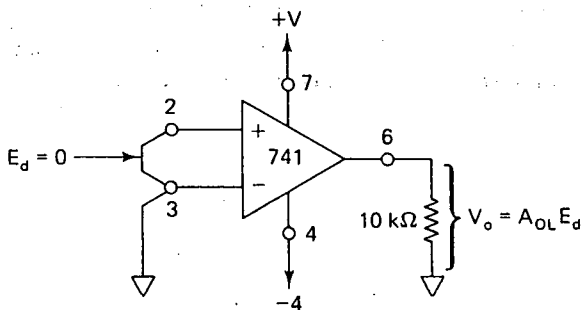

FIGURA LE2-1
- 2-1. Los circuitos de este capítulo pueden armarse, probarse y utilizarse a manera de experimento de laboratorio. Sin embargo, recomendamos efectuar primero el experimento que se incluye en la figura LE2-1. Es evidente que el voltaje diferencial de entrada, E_d , es igual a cero. Desde el punto de vista matemático, la ecuación (2-2) predice que